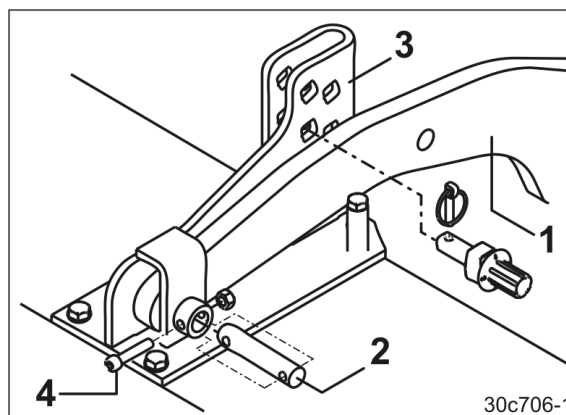

Fig. 30
Valserne skal fastgøres på jordbearbejdningsmaskinen med 2 bærearmer (Fig. 30/1).
3. Fastgør valsens bærearmer (Fig. 30/1) ved støttedelen (Fig. 30/3) for jordbearbejdningsmaskinen med bolte (Fig. 30/2) og sikr med skrue og møtrik (Fig. 30/4).
2. Løsn skruer med møtrik (Fig. 30/4), træk boltene (Fig. 30/2) ud af bæreamene.